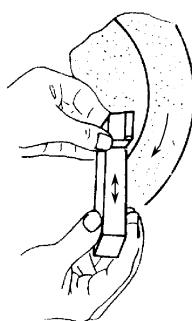

图 2-16 粗磨前面
(5) 粗磨前面。以砂轮的端面粗磨出车刀的前面, 并在磨前面的同时磨出前角  $\gamma$ 。如图 2-16 所示。